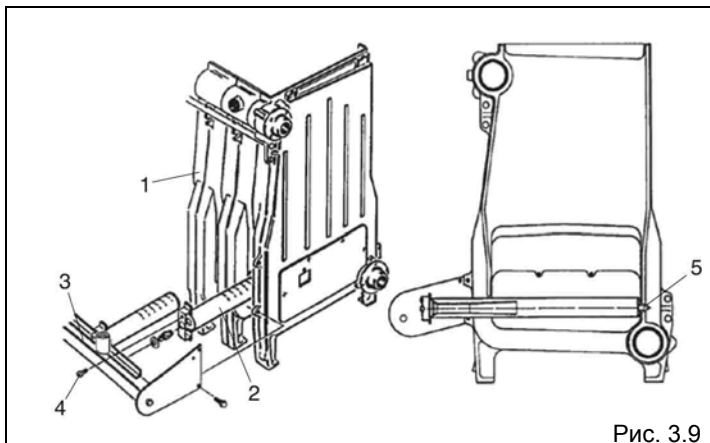

Рис. 3.9
После установки коллектора горелок (3) вставьте горелки (2) одну за одной внутрь камеры сгорания в корпусе котла (1). Следите за тем, чтобы прорезы горелок, через которые выходит газ, были обращены вверх. Сдвиньте с усилием таким образом, чтобы суппорт (5) горелки зашёл в отверстие, выполненное в чугунной стенке, разделяющей элементы (Рис. 3.9). Закрепите горелку на коллекторе с помощью винта с выпуклой цилиндрической головкой M5x8 (4).